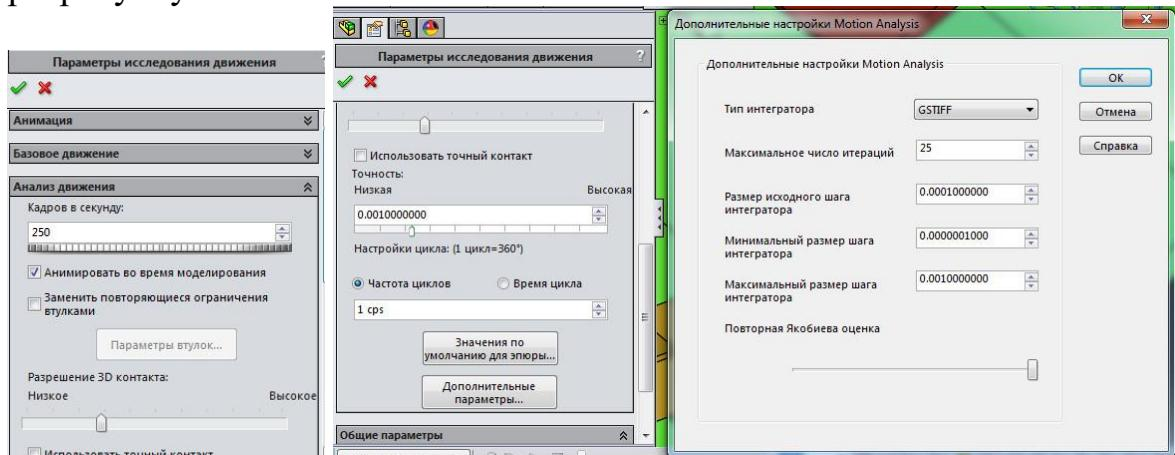

Рис. 12. Налаштування дослідження
5.1. Встановити властивості дослідження як показано на рис.12 нижче. Параметри вирахуваного процесу налаштовується командою **Властивості дослідження руху**. Як видно, встановлена достатньо велика частота кадрів – параметру Кадрів в секунду присвоєно значення 300 – і відносно малий максимальний крок вирішувача – Максимальний розмір кроку інтегратора виставлений рівним 0,01 с. Нагадуємо, що ці два налаштування ніяк не пов’язані між собою.